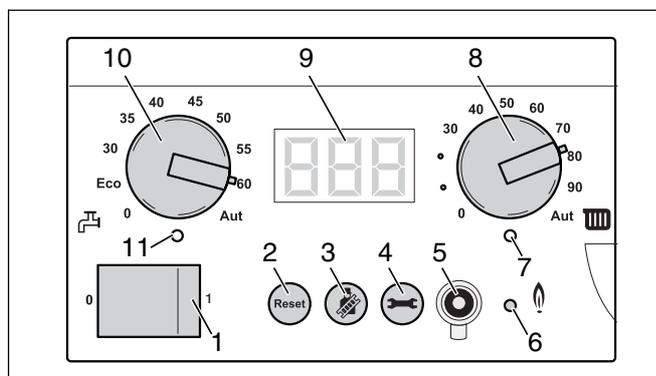

Fig. 39 Regolatore di base BC10
Con l'interruttore generale (fig. 39, **pos. 1**) è possibile accendere e spegnere la caldaia.
In caso di guasto, può essere necessario riavviare la caldaia con il tasto "Reset" (fig. 39, **pos. 2**).
Con il tasto "Spazzacamino" (fig. 39, **pos. 3**) è possibile portare la caldaia in prova di combustione, in modalità assistenza o in modalità d'esercizio manuale.
Durante le modalità sopra descritte (prova di combustione, modalità di assistenza ed esercizio manuale) è sempre valida una temperatura massima dell'acqua di riscaldamento della caldaia corrispondente a quanto impostato con la manopola di regolazione riscaldamento (fig. 39, **pos. 8**) del regolatore di base BC10.
- Mediante la manopola "regolazione temperatura riscaldamento" (fig. 39, **pos. 8**), limitare la temperatura massima di mandata consentita del circuito del riscaldamento a pannelli radianti (per lo più al massimo 40 °C).
Mediante il tasto "Indicazione servizio" (fig. 39, **pos. 4**), è possibile visualizzare sul display la temperatura attuale dell'acqua della caldaia, la pressione attuale dell'impianto etc. Vedere anche tab. 18, „Valori del display“, pagina 77, tab. 19, „Impostazioni visualizzate sul display“, pagina 77 e tab. 20, „Codici display“, pagina 78.